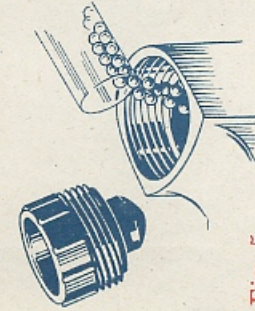

Fig. 5
- PNEUMA-TIR 500 est livré avec sa charge de projectiles. On peut s'assurer à tout moment, en le secouant, qu'il contient des projectiles. Lorsque le réservoir est vide, dévisser le bouchon de culasse arrière, verser une charge de projectiles (Fig. 5). Révisser à fond pour serrer le joint en caoutchouc. Talquer de temps à autre pour faciliter le serrage et éviter le collage du joint. S'assurer également du serrage de la vis du canon. L'étanchéité des joints est indispensable pour le fonctionnement normal de « PNEUMA-TIR 500 ».